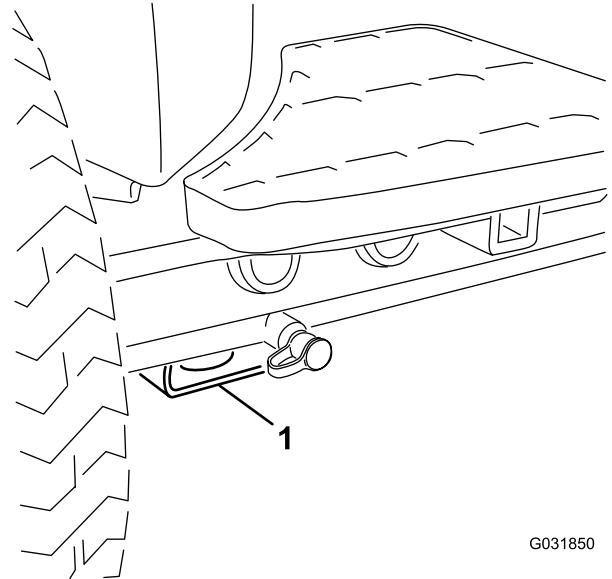

図 36
- 前各前輪の内側、アクスルチューブの下にある四角いパッド(**図 36**)